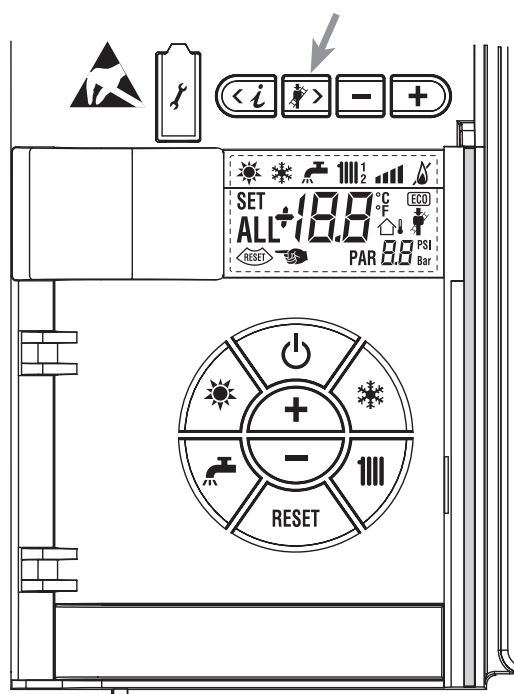

Fig. 21
4.5.1 Chimney sweep function (fig. 21)